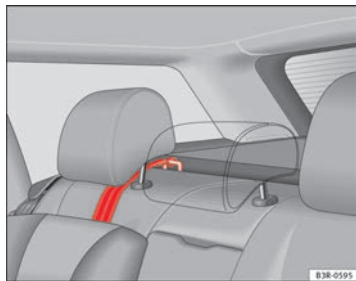

Fig. 35 Correa de sujeción: correcto ajuste y montaje
- Dirigir la correa de sujeción del Top Tether por debajo del apoyacabezas de la plaza posterior ⇒ fig. 35 (levantar el apoyacabezas si es necesario).